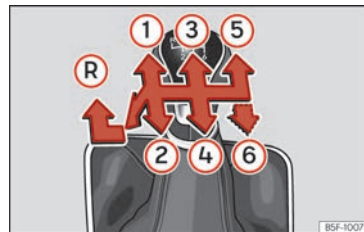

Abb. 84 Schaltschema bei einem 5-Gang bzw. 6-Gang Schaltgetriebe
Auf dem Schalthebel sind die Positionen der einzelnen Fahrgänge dargestellt >>> **(Abb. 84).**
- Schalthebel in die Neutralstellung bringen und nach unten drücken. Schalthebel ganz nach links und dann nach vorn in die Rückwärtsgangposition schieben »» (Abb. 84) ®.